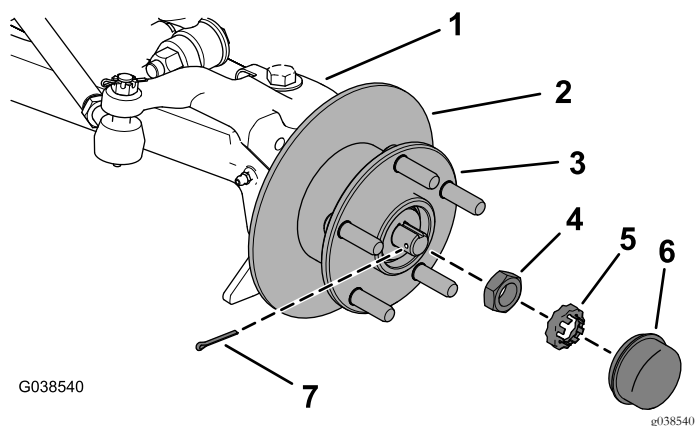

Рисунок 6
- Снимите пылезащитный колпачок, шплинт, держатель гайки и зажимную гайку, затем снимите ступицу и ротор со шпинделя (Рисунок 6).
- A. Затяните зажимную гайку, одновременно вращая ступицу для посадки подшипников, и затяните зажимную гайку с моментом от 16 до 20 Н·м, как показано на Рисунок 6.
- B. Ослабьте зажимную гайку так, чтобы она отошла от стопорной шайбы и ступицы, и затяните зажимную гайку с моментом от 169 до 226 Н·см, одновременно поворачивая ступицу (Рисунок 6).
- C. Установите держатель поверх зажимной гайки и убедитесь в том, что видно отверстие под шплинт, затем установите шплинт (Рисунок 6).
- D. Установите пылезащитный колпачок (Рисунок 6).